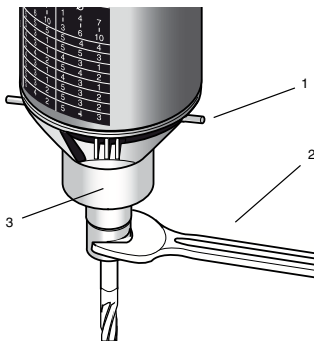

Fig. 3
1. Den Blockierstift (1) in die dafür vorgesehene Bohrung im unteren Flansch stecken (siehe Fig. 3). Eventuell muss durch Drehen an der Motorwelle die Querbohrung in der Welle erst gesucht werden.
3. Mit dem beigelegten Schlüssel (2) die abgeflachte Überwurfmutter (3) aufdrehen (siehe Fig. 3) und Werkzeug aus Spannzange entnehmen. Neues Werkzeug einführen und Überwurfmutter wieder gefühlvoll anziehen. Es ist darauf zu achten, dass vorher die passende Spannzange in die Welle eingesetzt wird.